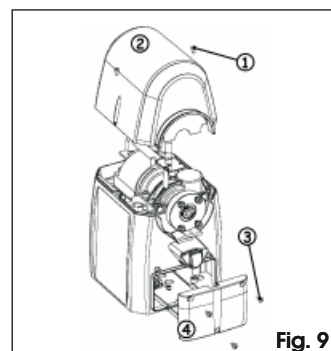

Fig. 9
1. Dévisser les deux vis de fixation du carter supérieur, Fig. 9 réf. ①, et démonter le carter, Fig. 9 réf. ②.
2. Dévisser les trois vis, Fig. 9 réf. ③, de fermeture du couvercle de la platine, Fig. 9 réf. ④.